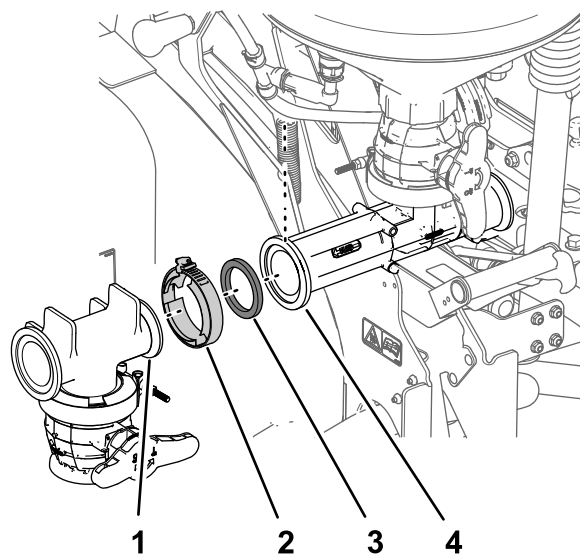

Figura 24
2. Montate il raccordo a T sul nebulizzatore con una guarnizione e un morsetto flangiato e serrate manualmente il morsetto (Figura 24).
1. Allineate la flangia del raccordo a T per la valvola di spurgo con la flangia anteriore del nebulizzatore (Figura 24).